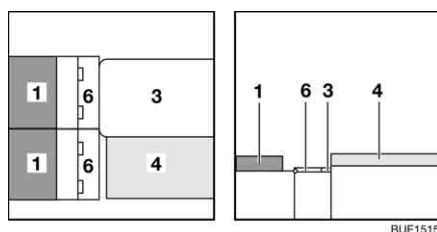

Bild 139 Under ombyggnaden
- Fäll upp de båda sittdynorna (Bild 139,6) och lägg dem på bordet och hyl-lorna på sittbänken.
- Lägg ryggdynorna (Bild 139,1) på sittbänken.